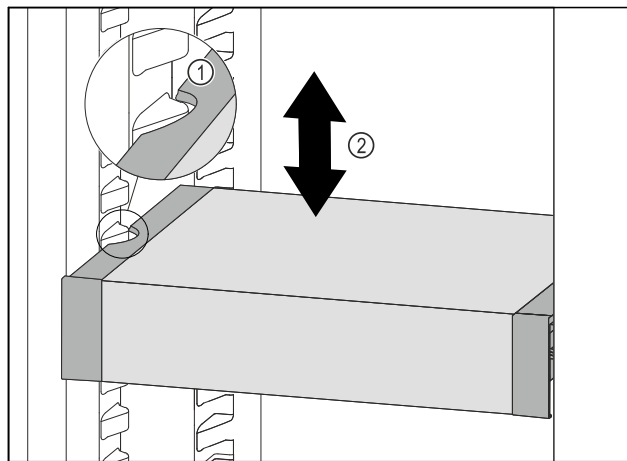

Fig. 91
- ▶ VarioSafe ťahajte dopredu, dokým sa bočné vybrania VarioSafe nebudú nachádzať vo výške rebra nádoby v chladničke. Fig. 91 (1)
- ▶ VarioSafe v chladničke presúvajte nahor alebo nadol, dokým sa dosiahne požadovaná výška. Fig. 91 (2)